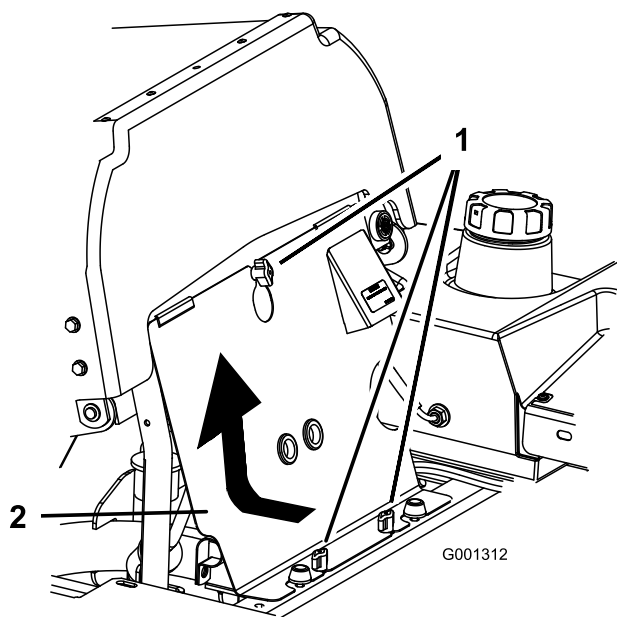

Figura 92
3. Desaperte os manípulos do painel frontal do motor e retire o painel (Figura 92).